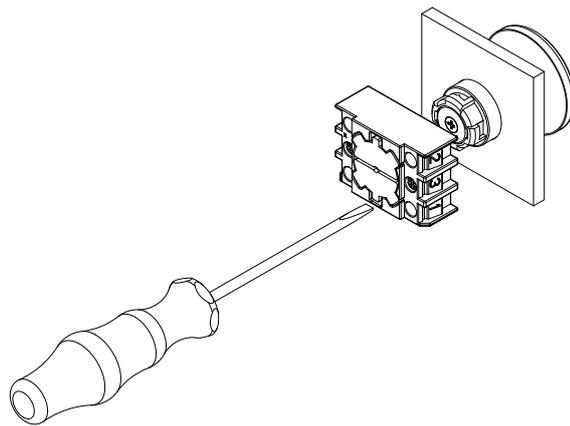

Fig. 1
1. Montage de l'organe de commande en serrant des deux vis de l'embase de fixation au moyen d'un tournevis plat taille 2 (voir Fig. 1)
1. Montage de l'organe de commande en serrant les vis de l'embase de fixation au moyen d'un tournevis plat taille 2 (voir chapitre 3.1, Fig. 1)